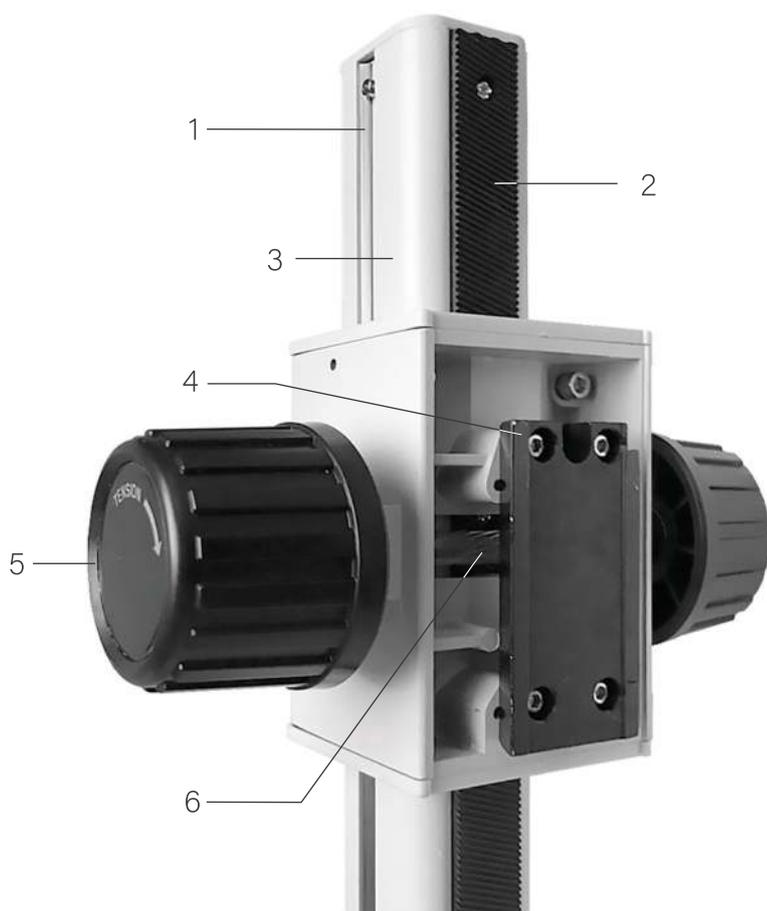
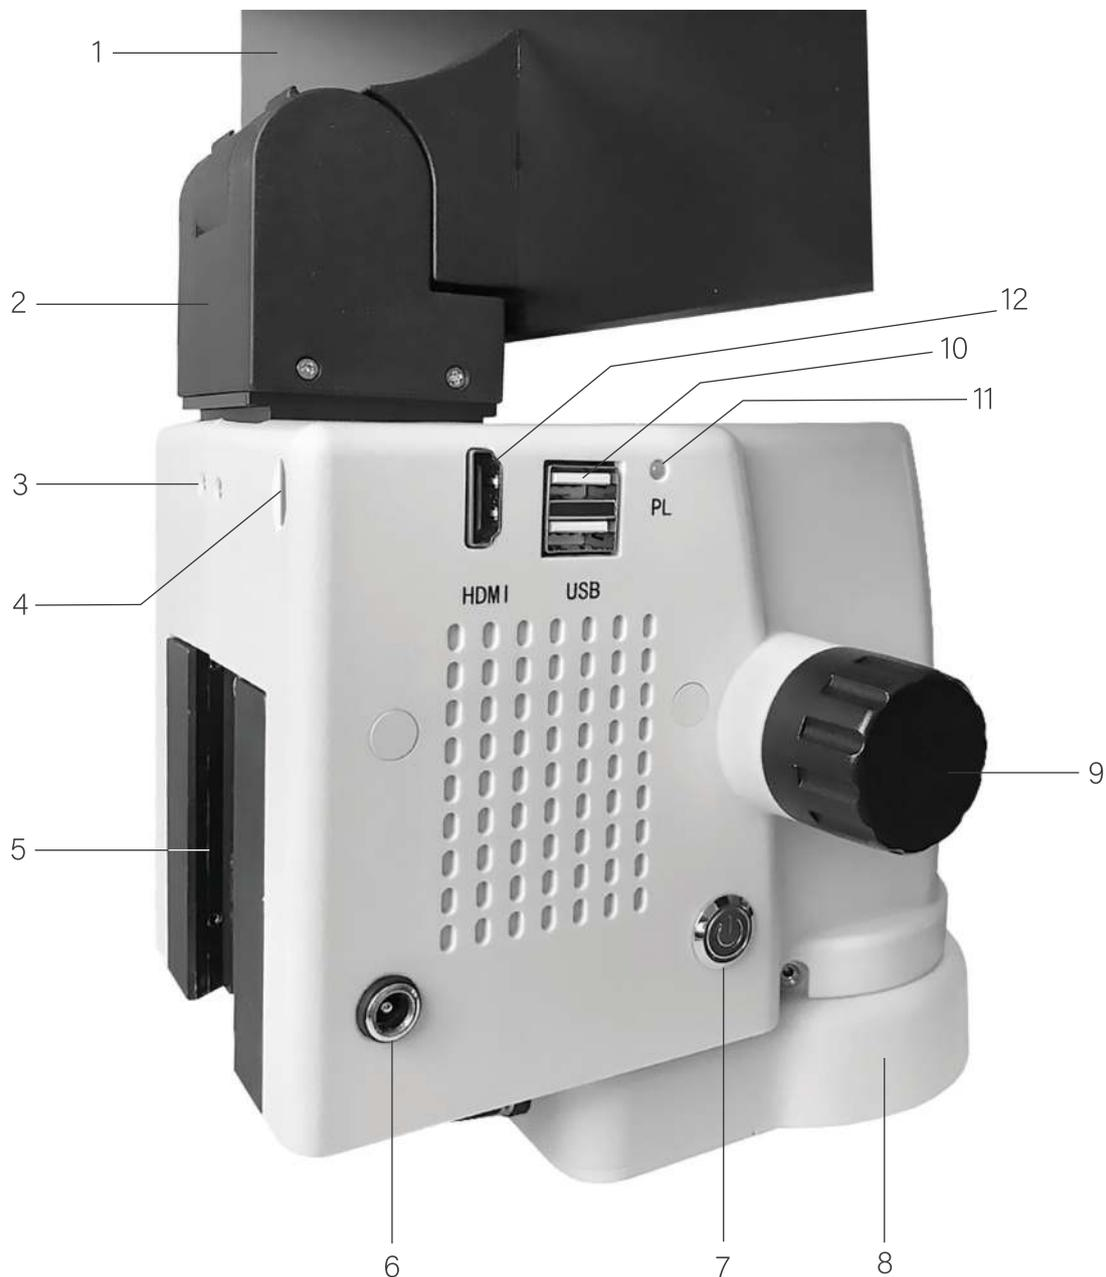

Рис. 3. Фокусируемый механизм.
Рис. 4. Оптическая головка.
На основании 5 (рис. 1) с помощью трех винтов закреплен штатив 9 (рис. 1). На штативе подвижно установлена оптическая головка микроскопа 2, перемещаемая с помощью механизма фокусировки по направляющей 1 (рис. 3). Движение оптической головки по вертикали для фокусировки микроскопа производится с помощью рукояток 5 (рис. 3), выведенных на обе стороны штатива.
Показана на рисунке 4. Оптическая головка микроскопа устанавливается на площадку с направляющей «ласточкин хвост» 4 (рис. 3) фокусировочного механизма.
В оптическую головку микроскопа Микромед П интегрирован CMOS сенсор Sony формата 1/2.8 дюйма с разрешением 5Мр. Это позволяет проводить исследования и измерения на мониторе микроскопа или передавать данные через порт HDMI на внешнее устройство для просмотра и записи. Данные могут быть записаны и без подключения к ПК непосредственно с микроскопа на карту micro SD. Для карты предназначен слот 4 (рис. 4).
- Установите оптическую головку на штатив. Для этого совместите паз крепления «ласточкин хвост» 5 (рис. 4) с направляющей на площадке 4 (рис. 3) и вставьте головку вниз до упора.
- Подключите кабель сетевого адаптера к разъему 6 (рис. 4) с левой стороны головки микроскопа.
- Включите питание с помощью кнопки 7 (рис. 4) с левой стороны оптической головки.
- Когда индикатор состояния 11 (рис. 4) будет светиться синим цветом, микроскоп готов к работе.
- Установите Wi-Fi приемник в интерфейс USB 2.0 10 (рис. 4)
- Вращением рукояток 5 (рис. 3) отрегулируйте положение оптической головки по высоте, как чтобы расстояние от ее нижнего края до объекта приблизительно соответствовало рабочему расстоянию – 10 см без использования оптических насадок.
- Вращением рукоятки изменения увеличения 9 (рис. 4) установите максимальное увеличение микроскопа, соответствующее положению 4.5.
- Вращением рукояток 5 (рис. 3) настройте на мониторе максимально резкое изображение необходимого участка образца.
- Вращением рукоятки 9 (рис. 4) установите необходимое увеличение.